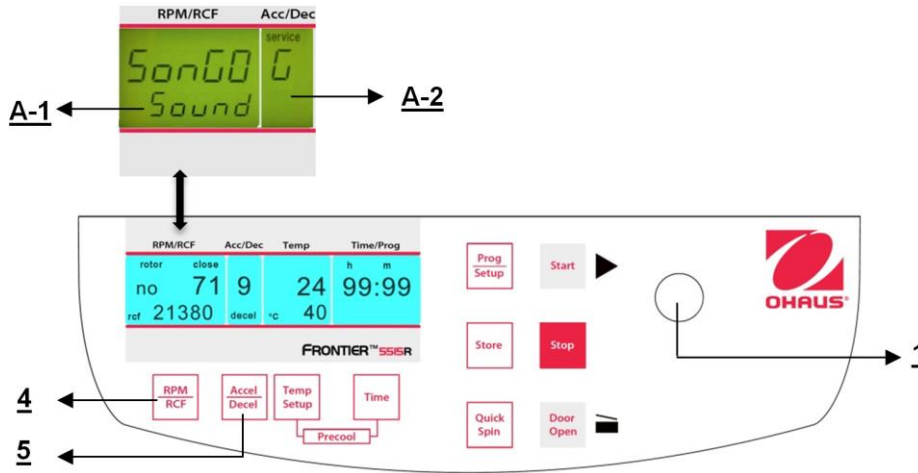

Figura 35
Proceda como se describe en el punto 4.1.2 para ingresar en este modo de programa y luego presione el botón **"Accel/Decel"** (5). En la pantalla **"Acc/Dec"** (A-2) destella la palabra **"Service"**. Ahora seleccione la letra **"G"** con la perilla de ajuste (1). Como resultado, en la pantalla **"RPM | RCF"** (A-1) aparece la palabra **"SonGo/Sound"**. Después de presionar el botón **"RPM | RCF"** (4), puede seleccionar una melodía con la perilla de ajuste (1). (Vea la Figura 35.)